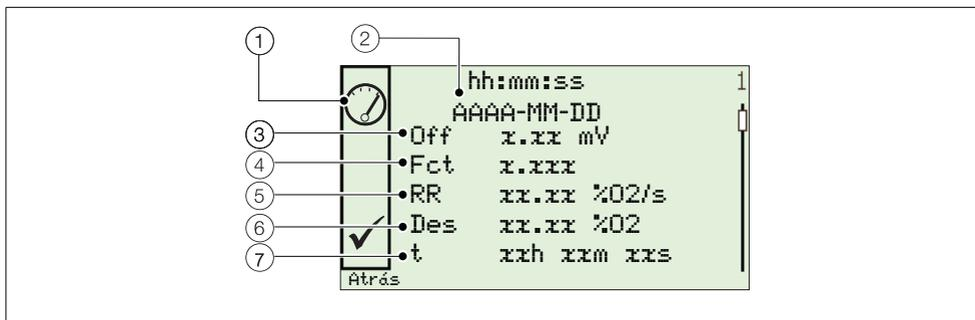

Fig. 8.2 Registro de operación típico y estructura de código de operación
Cuando se selecciona *Registro operación*, el icono (1) en la Fig. 8.2) del lado izquierdo de la pantalla indica una calibración o una comprobación de precisión correcta o incorrecta. También indica si se ha instalado una nueva sonda/célula. Los tipos de iconos se muestran en la Tabla 8.6: